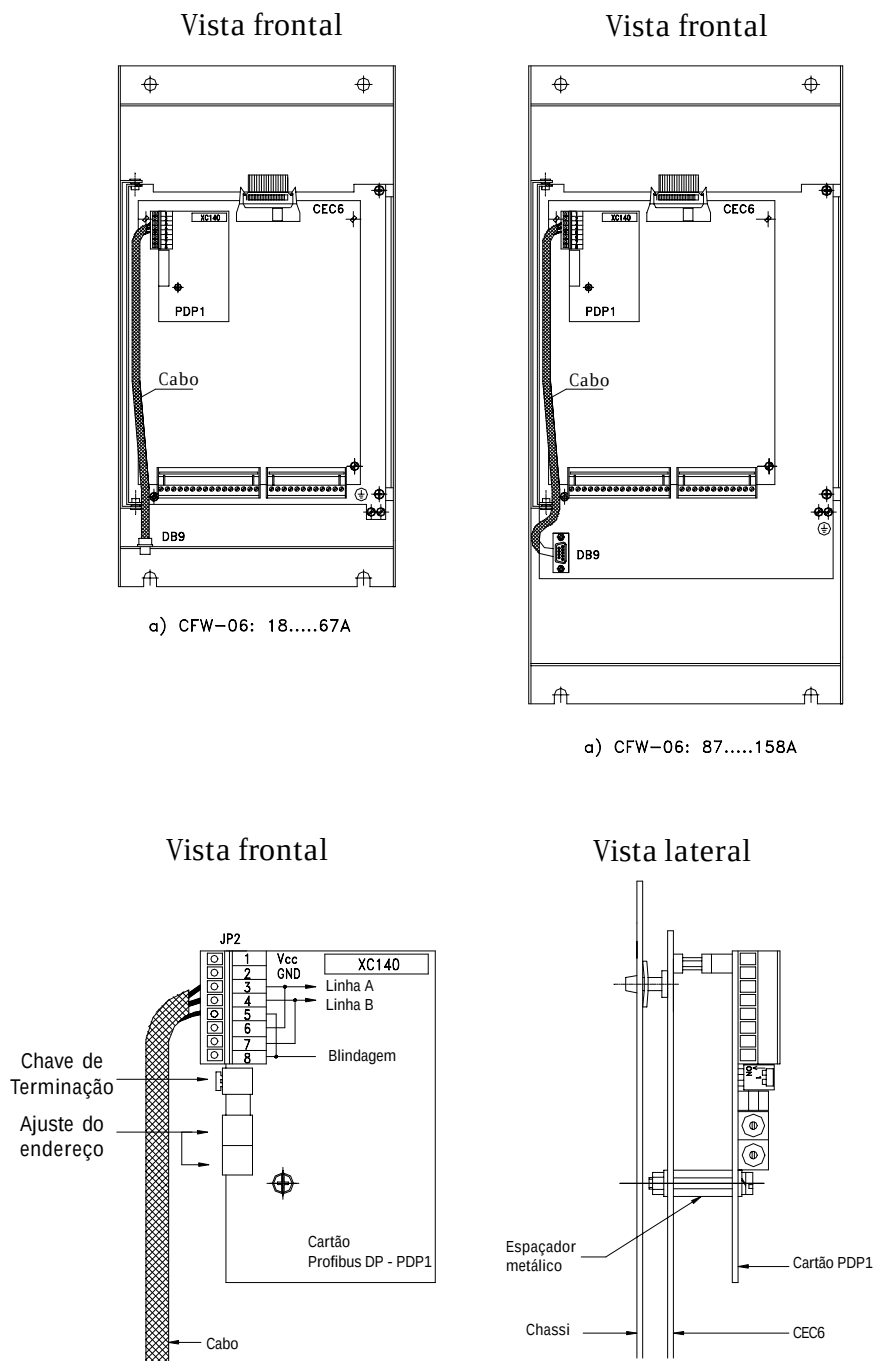

Figura 8.8 - Instalação e layout do cartão do profibus DP.
Numa rede PROFIBUS somente o mestre e o último dispositivo escravo devem ter a rede resistiva ativa. No caso da placa PDP1 a chave de terminação deve ser colocada na posição "ON". Ver figura 8.8.
- Ver a figura 2.3 na página 30 e a figura 8.8 também.